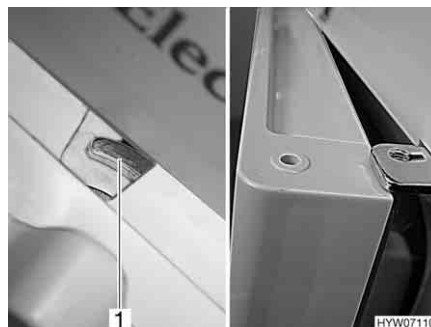

Fig. 174 Porte du réfrigérateur/du compartiment congélation en position de ventilation (Dometic Série 7 avec compartiment congélation séparé)
- Pousser le dispositif de verrouillage complètement vers la droite. La porte du réfrigérateur/du compartiment congélation est fixée à l'aide de l'arrêt de porte (Fig. 174,1). La porte du réfrigérateur/du compartiment congélation reste ainsi légèrement ouverte (Fig. 174).